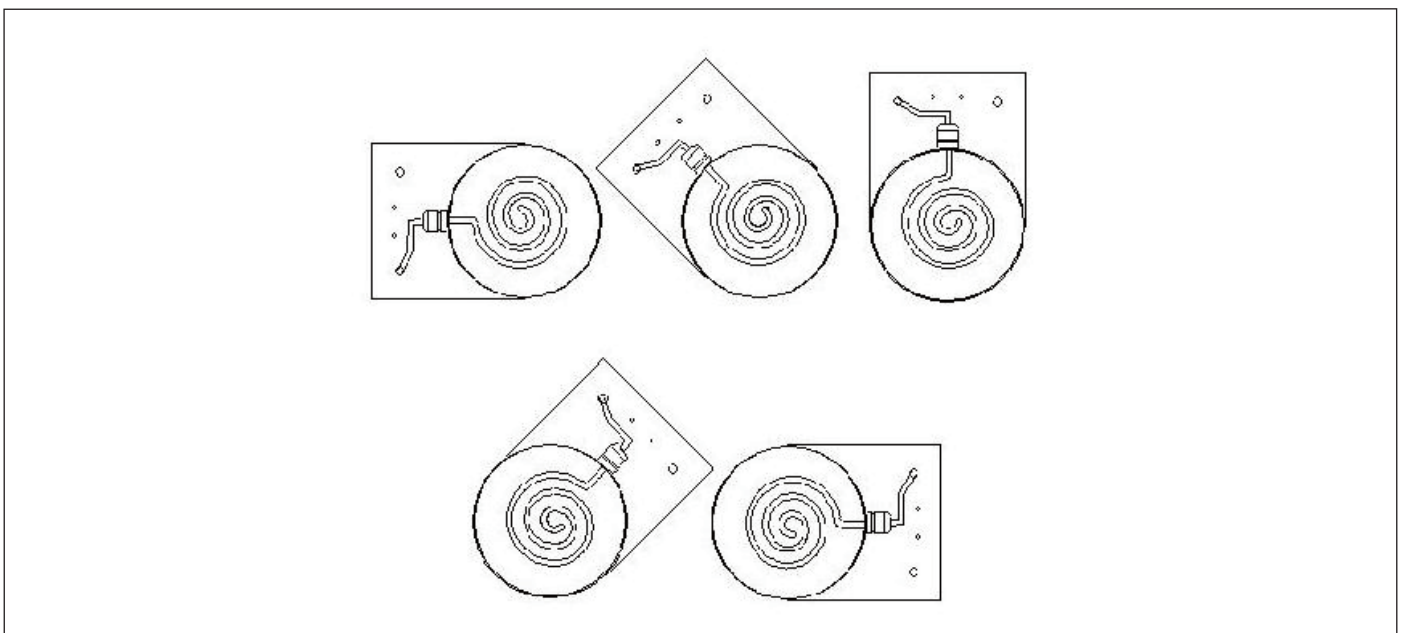

fig. 5
3.9 COLLEGAMENTO E MONTAGGIO RISCALDATORE (BE)
- Il riscaldatore può essere installato sia orizzontalmente che verticalmente; nel caso di riscaldatore elettrico installato orizzontalmente, la scatola elettrica deve rispettare una delle posizioni di montaggio mostrate in fig. 5.
3.9 (BE) HEATER MOUNTING & CONNECTION
- *The heater can be installed both horizontally and vertically; in case of horizontal electric heater, the electric box must be placed according to one of the positions shown on fig. 5.*